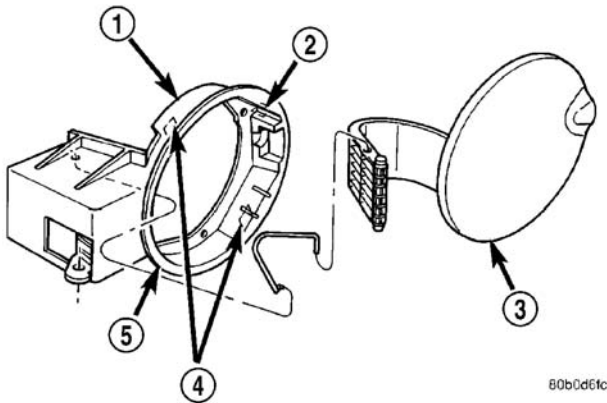
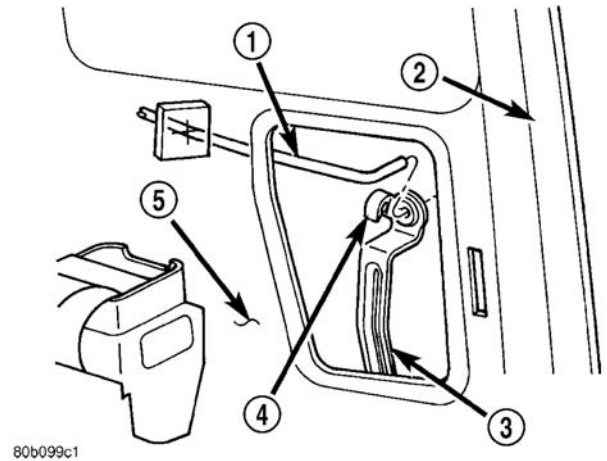
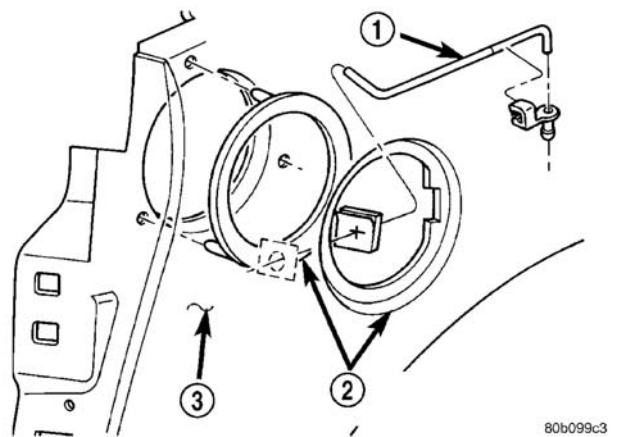

图 9 加油口座及盖
图 12 在锁闩臂的油箱闭锁连杆
图 13 油箱闭锁连杆
- (1) 拆卸左后侧围板。
- (2) 拆卸盖在 C 柱检查孔上的密封条。
- (3) 将加油闭锁连杆拆离加油锁臂上的夹子 (图 12)。
- (4) 打开加油口盖。
- (5) 拆卸将加油口颈固定至加油口座螺钉。
- (6) 将燃油加注颈取出。
- (7) 自加油口座内侧, 解开将外壳夹至外后侧围板的夹子 (图 9)。
- (8) 将加油口盖拆离车辆。
- (9) 解开将连杆夹至加油口盖的夹子 (图 13)。
- (10) 将连杆拆离加油口盖。
- (1) 拆卸后侧围板。
- (3) 将锁闭释放连杆拆离加注门锁闭臂上的夹子 (图 12)。
- (1) 拆下左后围装饰板。
- (2) 拆下盖住C柱检修孔的密封条块。
- (3) 从燃油加注阻挡锁闩臂的夹子上断开燃油加注锁止连杆（图12）。
- (4) 打开燃油加注盖。
- (5) 拆卸将加油口壳体固定至油箱管颈的螺钉。
(6) 自加油口座内侧，解开将加油口座夹至外后侧围板的夹子。
(7) 将加油口座与闭锁连杆拆离车辆。
(8) 解开将连杆夹至加油口盖的夹子（图 13）。
(9) 将连杆拆离加油口盖。